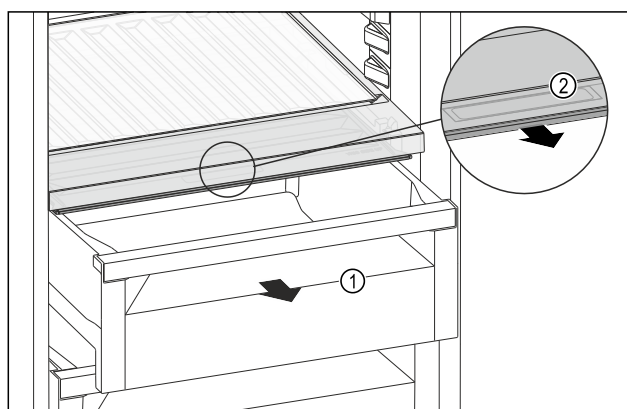

Fig. 88
- Estrarre il cassetto Fig. 88 (1).
- Afferrare la maniglia incassata Fig. 88 (2) sul coperchio dello scomparto e tirare allo stesso tempo in avanti il coperchio dello scomparto.